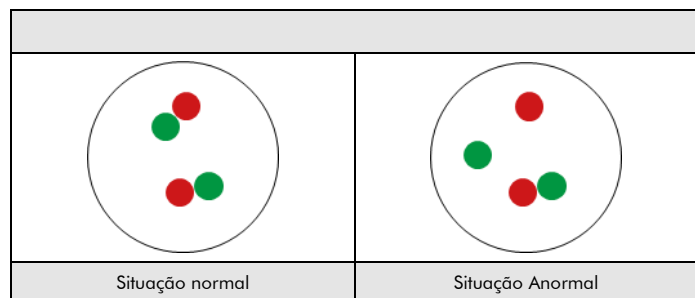

Fig. 2: Resultados esperados em núcleos normais e anormais
**Situação normal:** Nas interfases de células normais ou de células sem uma translocação que envolva a região do gene BCL6, aparecem dois sinais de fusão vermelho/verde (ver Fig. 2).
**Situação anormal:** Uma região do gene BCL6 afectada por uma translocação é indicada por um sinal verde distinto em forma de ponto e um sinal vermelho distinto em forma de ponto (ver Fig. 2).